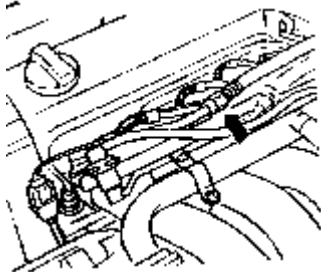

图 3-29 松开管接头
(1) 如图 3-29 所示，松开管接头，并将溢出的燃油抹干。